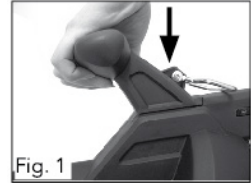

Fig. 1
Inserte la agarradera secundaria (1) en el cuerpo de la sopladora y presione hasta que quede encastrada con firmeza. (Fig.1) .